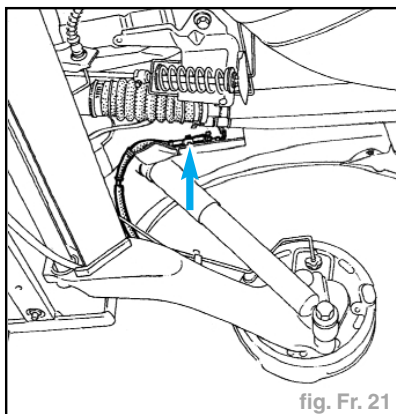

fig. Fr. 21
- Débrancher le connecteur (fig. Fr. 21).